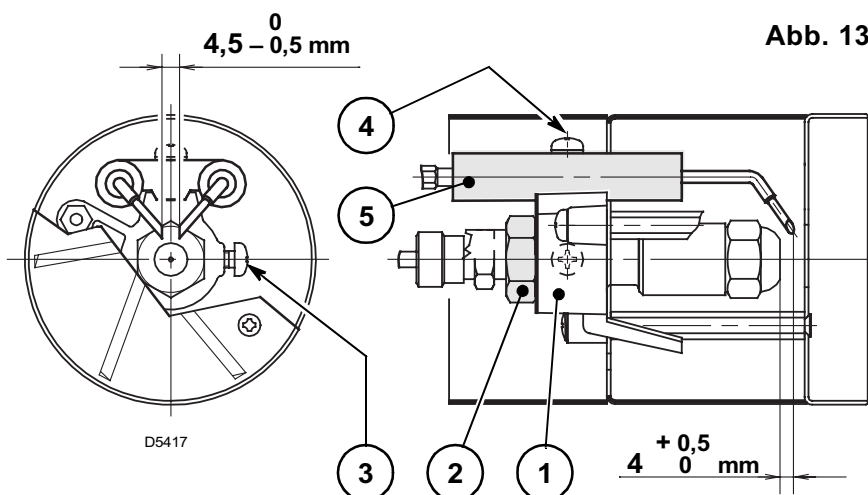

Abb. 13
- Den Düsenstock (1) herausnehmen, nachdem vorher die Schrauben (2) gelockert, die Mutter (3) gelöst, die Zündkabel (4) vom Steuergerät und den Flammendetektor (5) abgenommen wurden.
- Die Zündkabel (4) von den Elektroden abnehmen, den Stauscheibenhalter-System (8) vom Düsenstock (1) herausnehmen, nachdem die Schraube (3, Abb. 13, Seite 7) gelockert wurde.
- Die Düse (9) richtig anschrauben, wie abgebildet.
4.2 ELEKTRODENEINSTELLUNG (siehe Abb. 13)